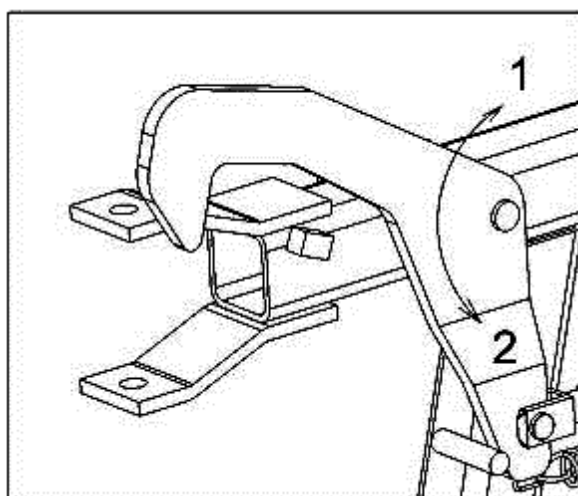

Рисунок 9.
- Открыть предохранительные крюки (рис. 9), при помощи гидравлического распределителя простого действия (положение 1).
- Закройте предохранительные крюки (рис. 9), при помощи гидравлического распределителя простого действия (положение 2).
- Закрыть предохранительные крюки (рис. 9), при помощи гидравлического распределителя простого действия (положение 2).